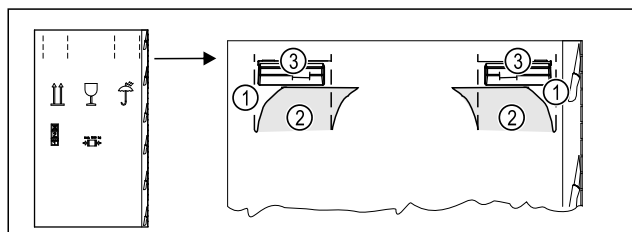

Fig. 5
- ▶ Druk het verpakingskarton aan de bovenkant van de perforatie Fig. 5 (1) in.
- ▶ Trek de ingedrukte lipjes Fig. 5 (2) naar buiten.
- ▶ De draagbeugel Fig. 5 (3) is rechts en links zichtbaar.
- ▶ Houd het apparaat vast aan de draaggrepen Fig. 5 (3).